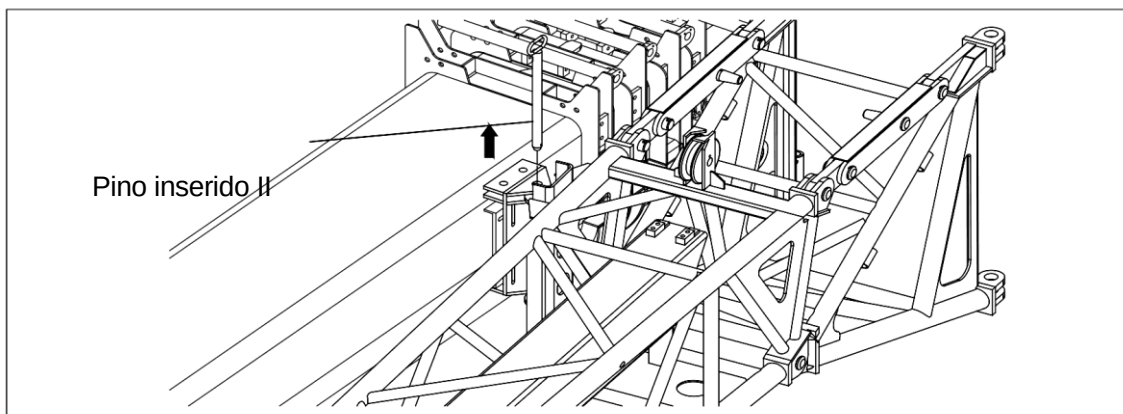

Fig.07-06
- g) Remova o pino inserido II. Consulte a Fig.07-06;